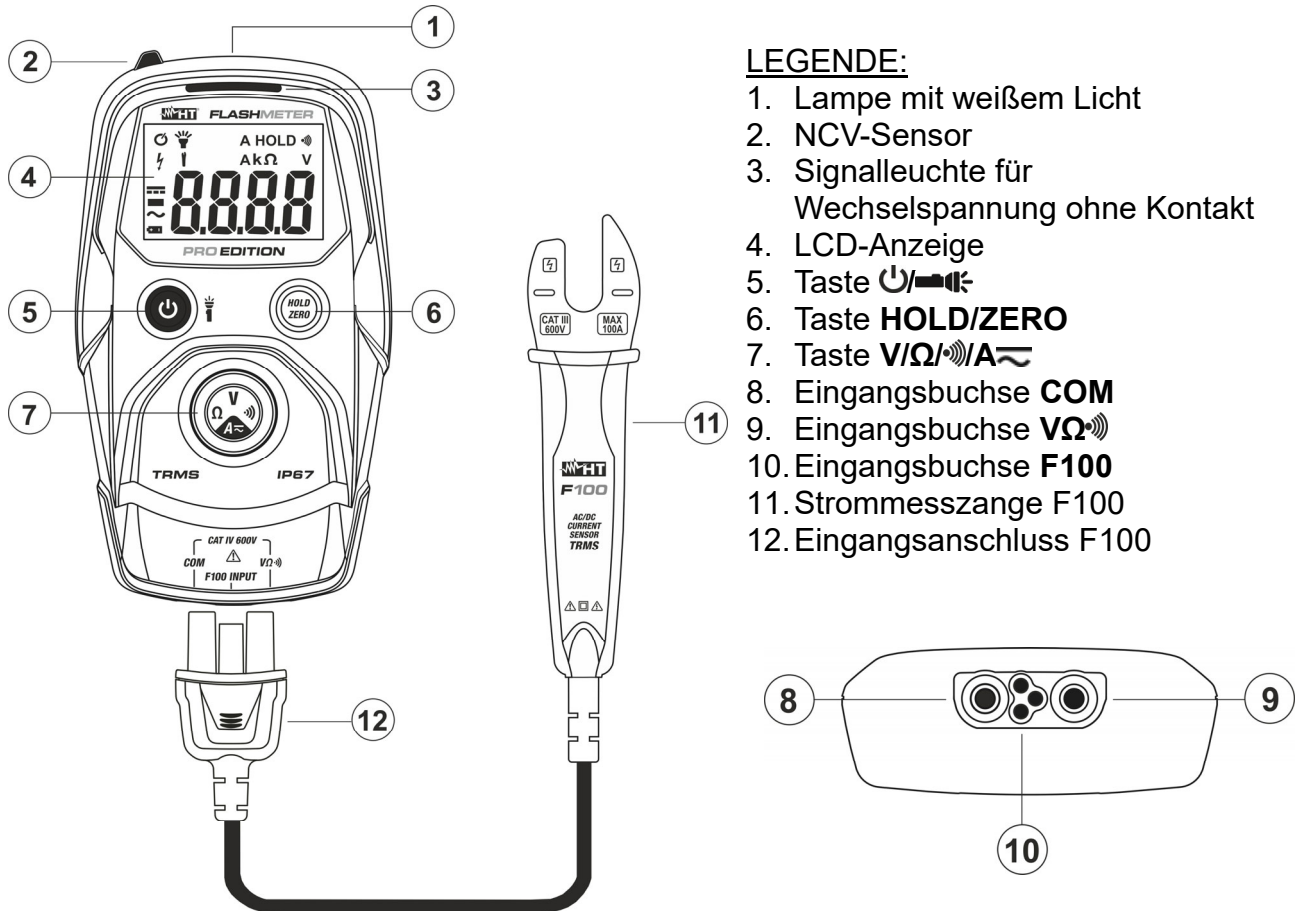

Abb. 1: Beschreibung des Geräts
Drücken sie die Taste , um das Gerät einzuschalten. Drücken und halten Sie die  Taste für ca. 1 Sekunde, um das Gerät auszuschalten. Drücken Sie bei eingeschaltetem Gerät die Taste , um die integrierte Weißlichtlampe zu aktivieren/deaktivieren (siehe Abb. 1 - Teil 1). Auf dem Display wird das Symbol "💡" angezeigt.
Das Gerät ermöglicht die Ermittlung von Wechselspannung ohne Kontakt durch den NCV-Sensor auf der Oberseite des Geräts (siehe Abb. 1 – Teil 2).
3. Das Einschalten der roten Signalleuchte (siehe Abb. 1 – Teil 3) zeigt, dass Wechselspannung vorhanden ist.
2. Stecken Sie den Eingangsanschluss von F100 Zange (siehe Abb. 1 - Teil 12) in die Eingangsklemmen **COM**, **VΩ** und **F100**. Das Gerät zeigt eine Anzeige, die automatisch die AC-Strommessung auswählt ($\sim$)